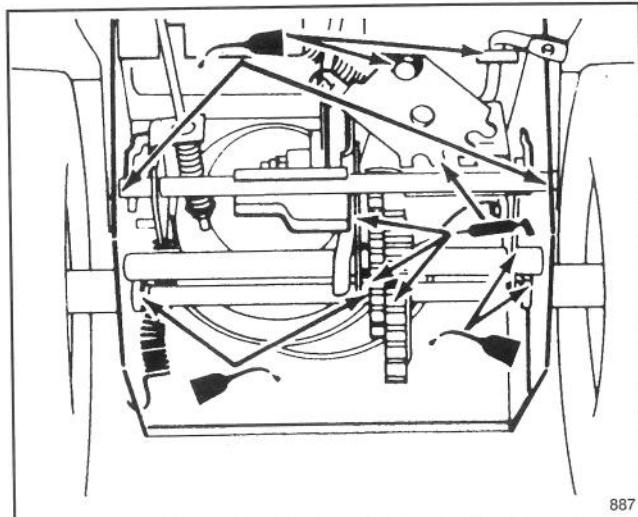

Figure 21
4. Lubrifiez légèrement la déneigeuse avec de l'huile et de la graisse légères comme illustré à la Figure 21. Essuyez tout excès d'huile ou de graisse.
5. Réinstallez le couvercle inférieur à l'aide des (4) vis.